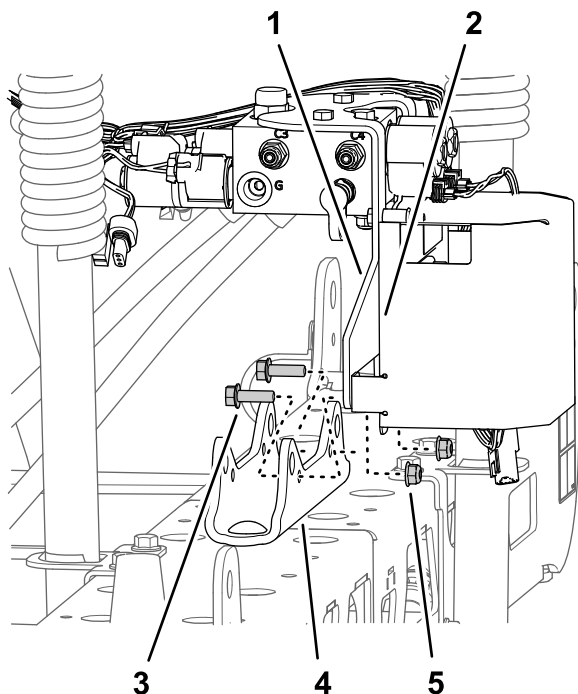

图44
- 对于带可选超声波喷洒臂平行组件的机器拧下将喷洒段提升歧管的支撑托架和 TEC 控制器支架固定至油缸安装座的 2 个凸缘锁紧螺母5/16 英寸和 2 个凸缘头螺栓5/16 x 1 英寸然后从油缸安装座上分离歧管和托架 图44。